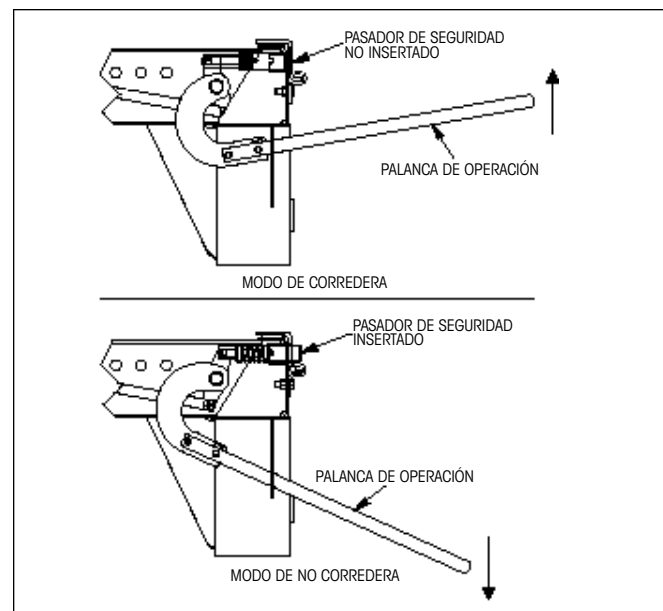

Figura 34. Posición del pasador de seguridad
4. Localice la palanca de operación del cuadro del deslizable. La palanca se localiza en el lado del conductor, frente al cuadro del deslizable. Para liberar los pernos levante la palanca de operación y asegúrela en la posición superior. Inspeccione los cuatro pernos para revisar si se encuentran insertados (los pernos deben nivelarse con o justo encima del riel del cuadro) (Figura 34).
7. Libere la palanca de operación y asegúrela en la posición "abajo" para insertar los pernos. Revise que los pernos se encuentren insertados (los extremos biselados se dirigen hacia los rieles) en las cuatro posiciones (Figura 34).